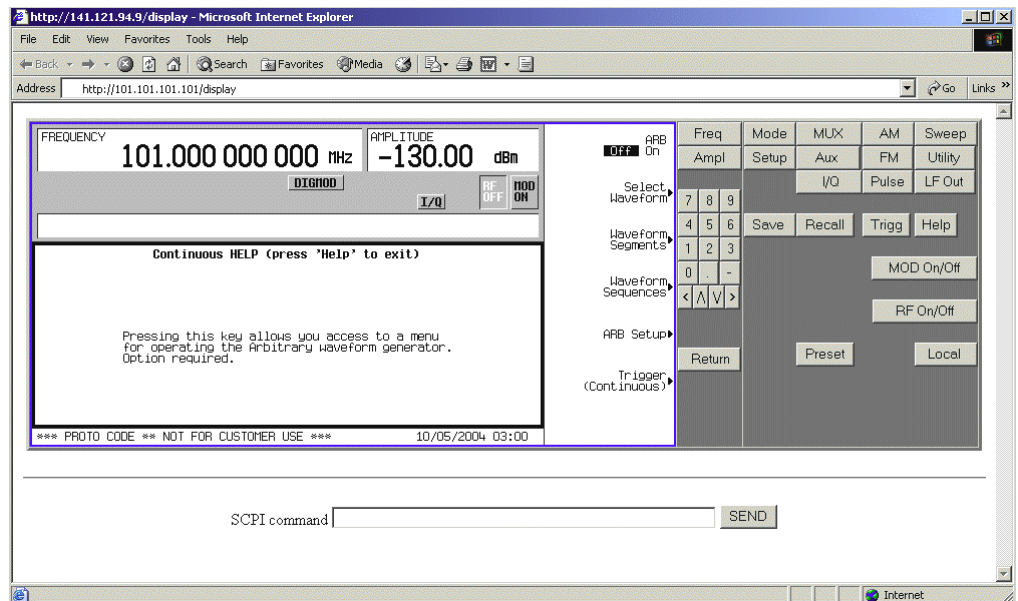

Рисунок 2-14. Страница виртуальной передней панели
Кнопка меню Signal Generator Web Control на Web-странице серии PSG обеспечивает доступ ко второй Web-странице. Эта страница (см. Рисунок 2-14) дублирует интерфейс в виде виртуальной передней панели, которой можно пользоваться для управления прибором. Вы можете пользоваться мышью для нажатия экранных клавиш, включая функциональные клавиши и цифровую клавиатуру. Кроме того, здесь имеется окошко для ввода команд SCPI, посылаемых на прибор.
- Нажмите кнопку Signal Generator Web Control в левой части страницы. Появляется новая страница (Рисунок 2-14).